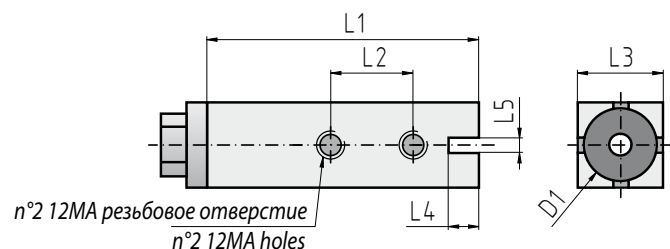

Рис. 4
- 1) Квадратный адаптер (AD) производимый 3х разных размеров (L3) (рис.4)